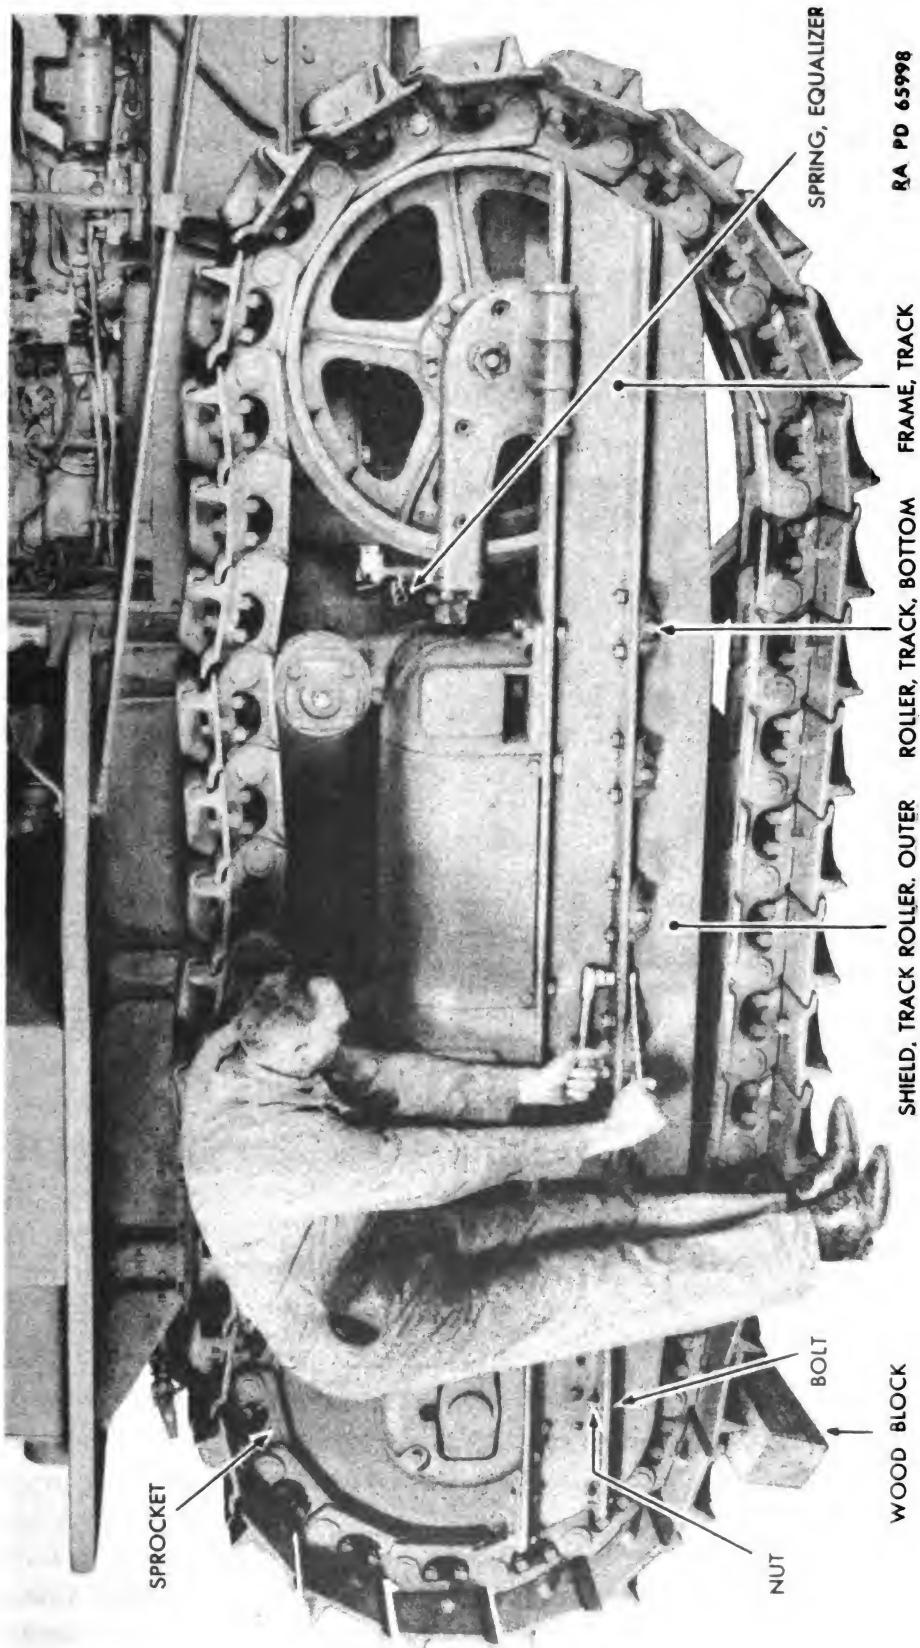

Figure 140 – Track Roller Shield Removal
(2) **PLACE SLACK IN TRACK UNDER BOTTOM TRACK ROLLERS** (fig. 140).
(3) REMOVE TRACK ROLLER SHIELDS (fig. 140).